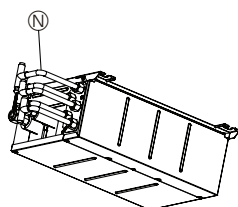

Fig. 8-7
- Pour partager les câbles de chaque bloc raccordement en 2 embranchements en dehors du boîtier de dérivation, utilisez les conduits de câblage à 2 embranchements. (Fig. 8-7)